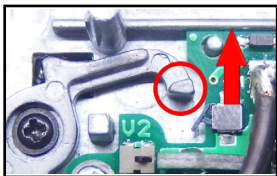

Abb. 1 – Erforderliche Cut-Off Position während des Einbaus der Gerät
3. Bringen Sie die Selector-Plate in eine Position, die den Cut-off-Lever in der oberen Position hält (s. Abb. 1). Dies dient zum Schutz des Mikroschalters während des Einbaus.